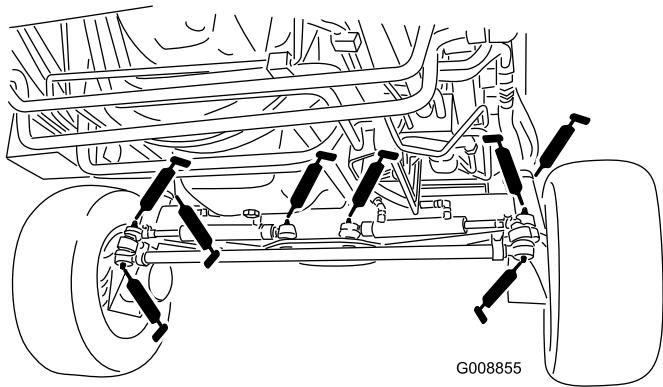

Figura 51
- Articulaciones esféricas del cilindro de dirección (4) (Figura 51)
- Articulaciones esféricas de las bielas (2) (Figura 51)
- Casquillos del pivote de dirección (2) (Figura 51)